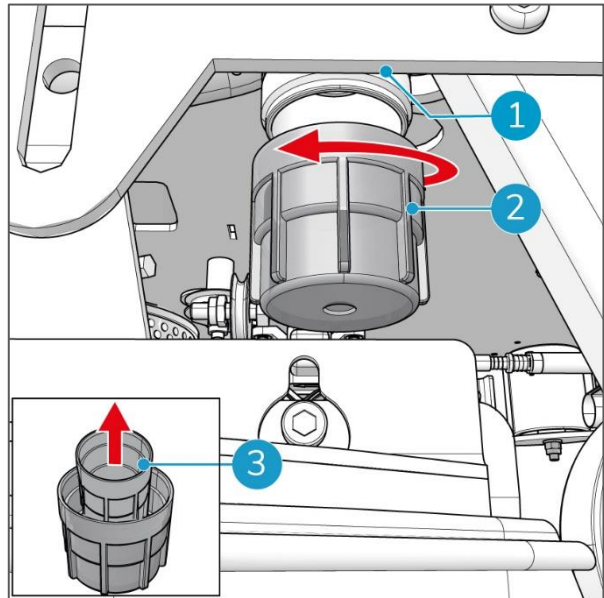

Figura 67
2. Il filtro dell'acqua è posizionato sotto il lato anteriore destro di i-drive® (Figura 67, pos 1).
3. Ruotare il coperchio del filtro dell'acqua (Figura 67, pos 2) in senso antiorario per rimuoverlo. Il filtro dell'acqua ha una valvola integrata che impedisce all'acqua di scorrere quando il filtro è aperto.
4. Rimuovere il filtro dell'acqua (Figura 67, pos 3) dal coperchio.